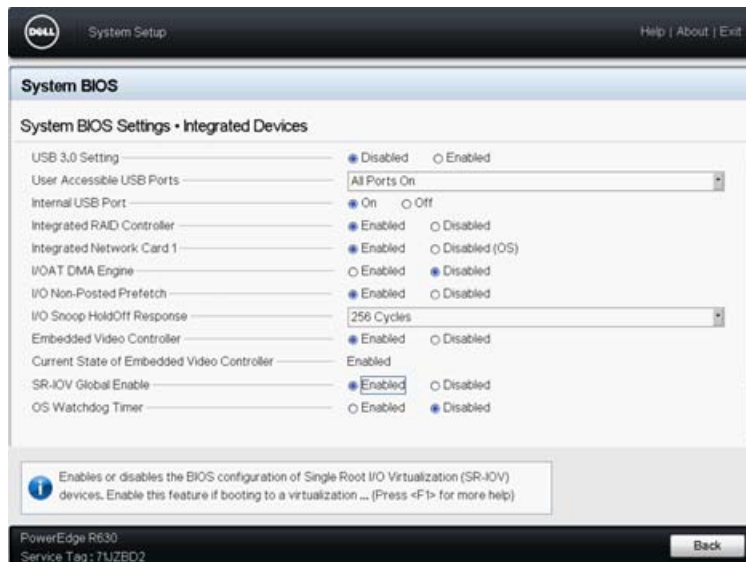

Abbildung 8-1. Systemeinrichtung für SR-IOV: Integrierte Geräte
3. Führen Sie auf der Seite „Integrated Devices“ (Integrierte Geräte) (Abbildung 8-1) die folgenden Schritte aus:
3. Führen Sie auf der Seite „System Integrated Devices“ (Systemintegrierte Geräte) (Abbildung 8-1 auf Seite 99) die folgenden Schritte aus: